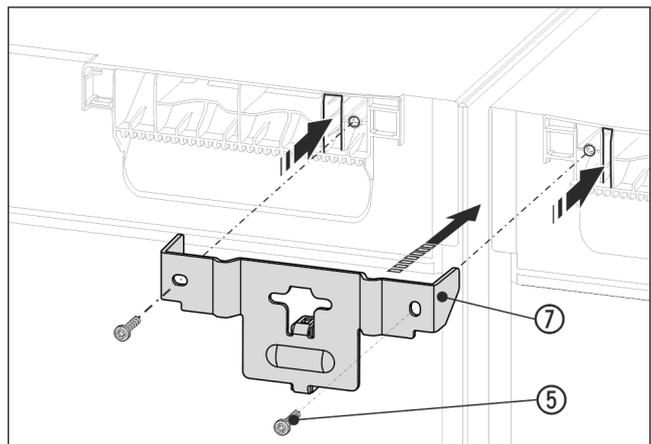

Fig. 15 例图
- ▶ 使用间隔垫片将角 Fig. 15 (7) 推入设备之间，并使用接片将其推入设备盖板中。使用两颗螺栓 Fig. 15 (5) 紧固。